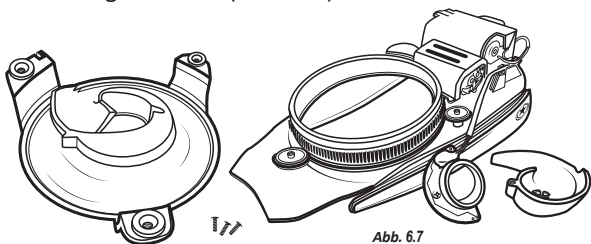

Abb. 6.7
4. Sobald die Schrauben entfernt wurden, kann die Ballzuführung abgenommen und zum Reinigen zerlegt werden. (Abb. 6.7)